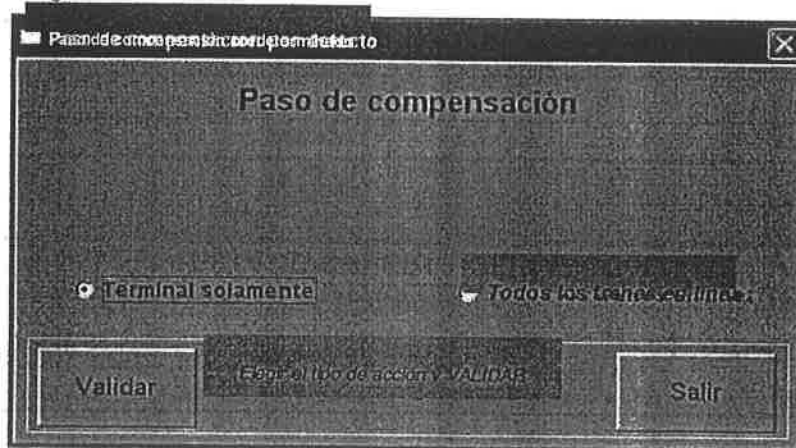

Fig. 22. Ventana " Paso de Compensación – predeterminado "
• Elegir el tipo de acción (Terminal únicamente o Todos los trenes en Línea) (Ver Fig 22)	Regreso a la imagen "Terminal"